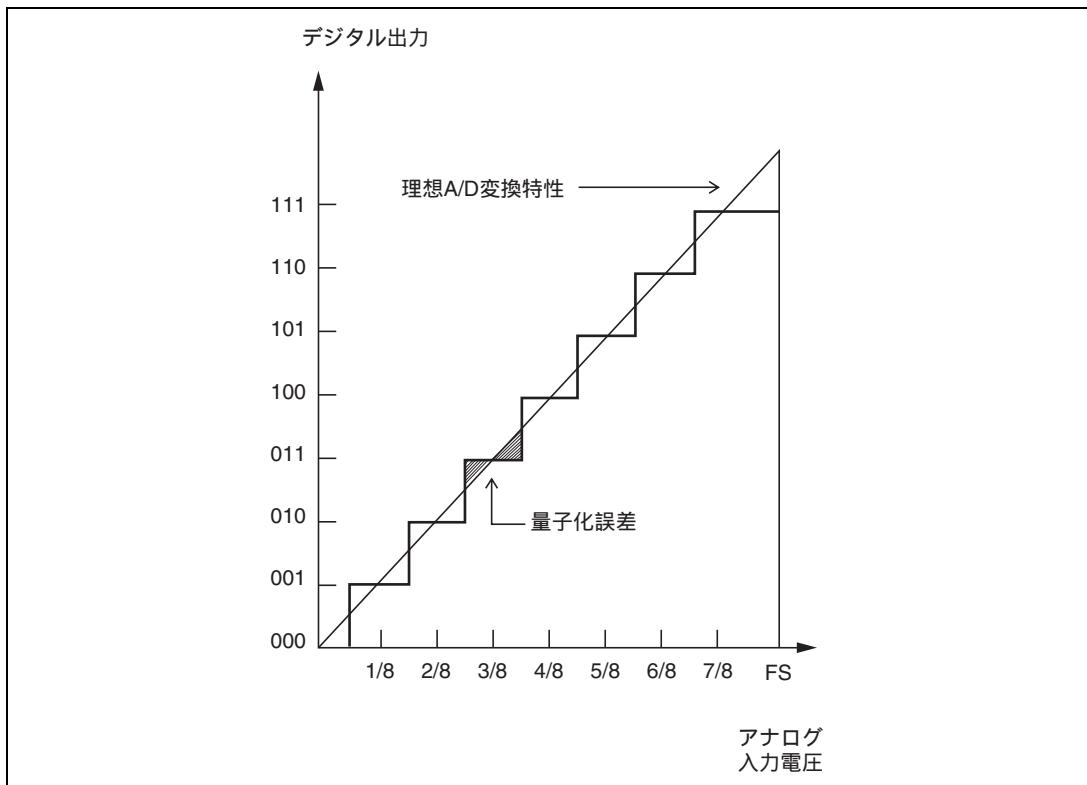

図 15.9 A/D 変換精度の定義 (1)
- 量子化誤差.....A/D 変換器が本質的に有する偏差であり、1/2LSB で与えられる(図 15.9)。